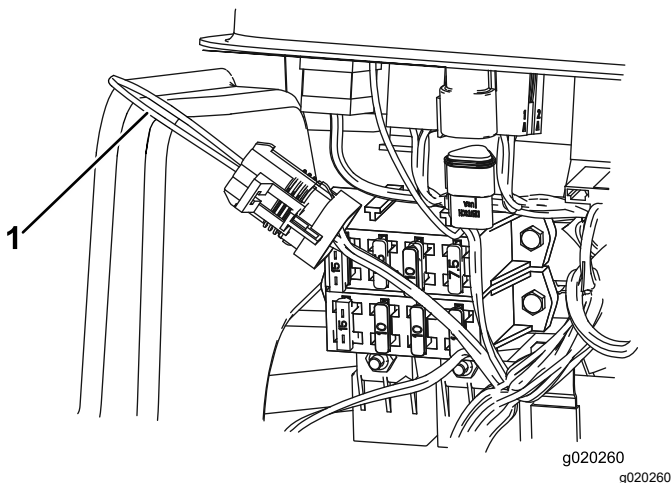

Figura 36
3. Localize os fios e o conector de circuito (Figura 36).